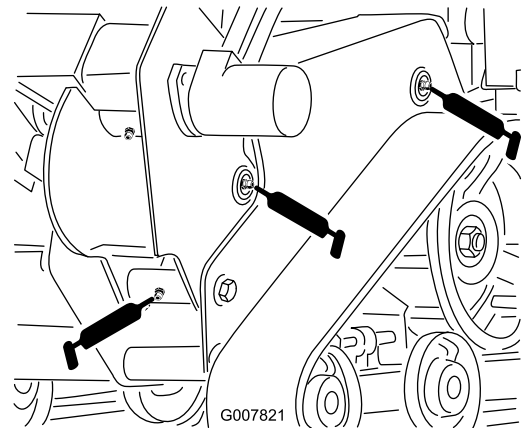
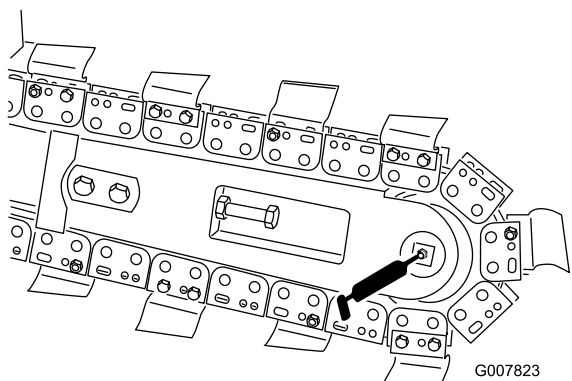

Figure 22
Figure 24
4. Raccordez une pompe à graisse à chaque graisseur (Figure 22 à Figure 24).